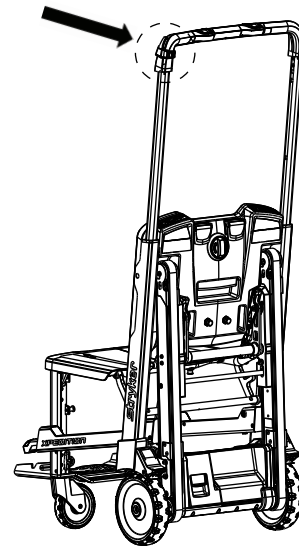

Figura 36 – Fissare il gancio alla sedia
**Nota** - Allineare il gancio portaflebo attorno all'estrusione sul lato sinistro del paziente della barra di sostegno (Figura 36).